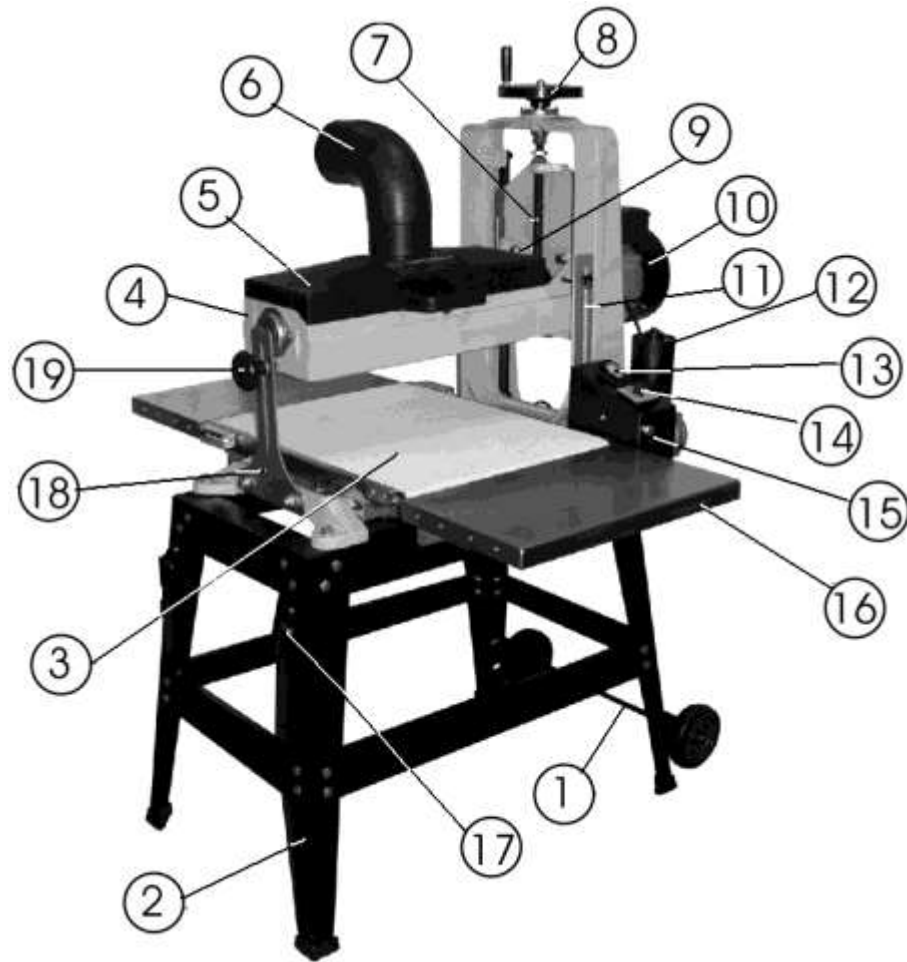

Рис. 4
7.5. Удлинители стола (Рис.4)
8.1. Машина состоит из следующих сборочных единиц и деталей (Рис.4):
9.1. Отклонение шлифовального барабана. (Рис. 4)
- Периодически проверяйте прочность закрепления всех резьбовых соединений рамы с двигателем шлифовального барабана, двигателем стола подачи, шлифовального барабана, стола подачи, Рис.4,9.